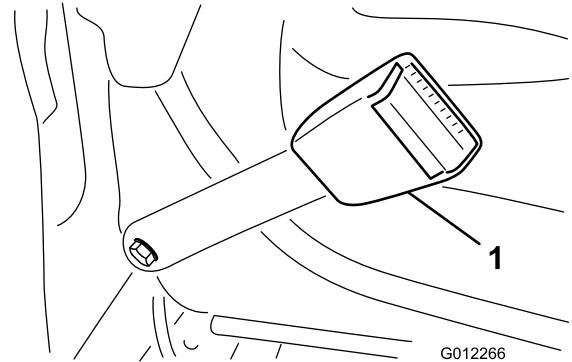

Figura 6
1. Monte el extremo del enganche de cada cinturón de seguridad en los taladros del respaldo del asiento con 2 pernos (7/16" x 1"), arandelas planas (7/16") y arandelas de freno (7/16") (Figura 6).